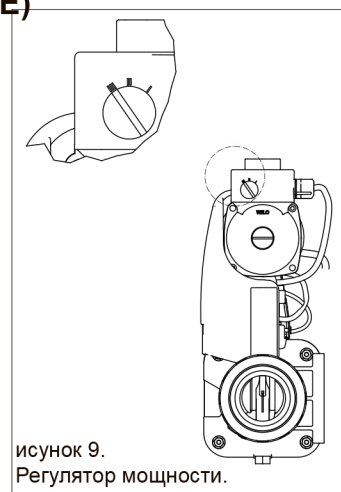

Рисунок 9.
3. Установите максимальное значение мощности на циркуляционном насосе теплообменника Aqua-Mex FE (повернув ручку управления в положение III), см. Рисунок 9.
5. Включите теплообменник кнопкой «вкл./выкл.» (C).
Для достижения максимальной мощности циркуляционный насос устанавливается на максимальный уровень мощности. См. Рисунок 9.